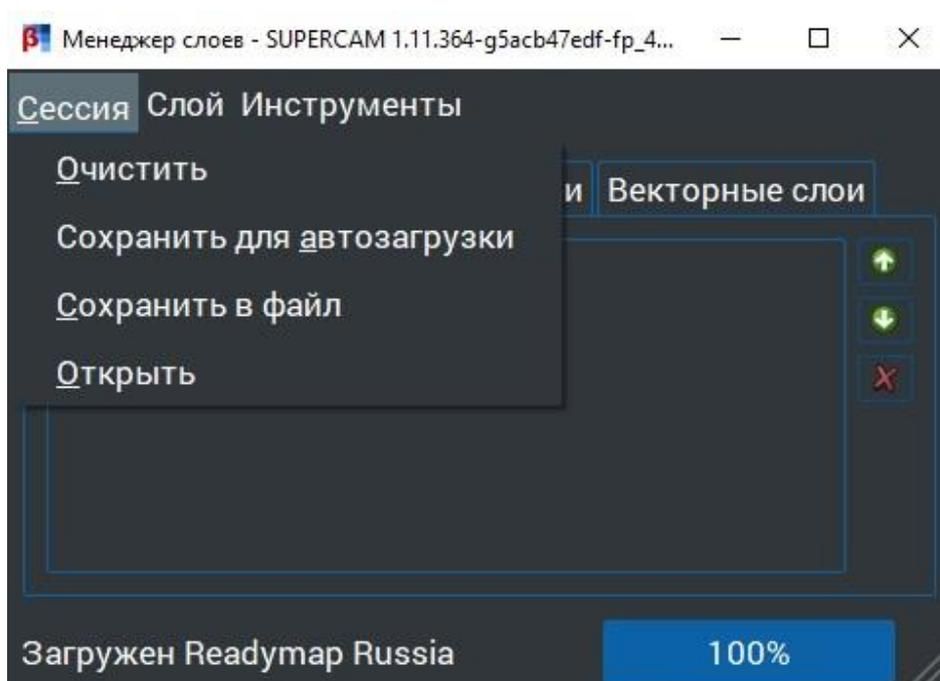

Рисунок 20 – Меню «Сессия»
8.2.1.1. Выпадающее меню «Сессия» (рис. 20) позволяет сохранить отображение подложки интерфейса, при последующих запусках программы подложки будут подгружаться автоматически.